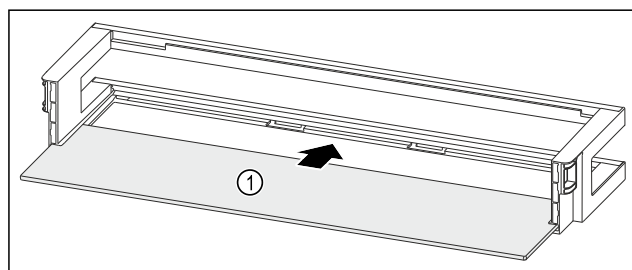

Fig. 164 Дверная полка со съемной полкой
- Вдвиньте съемную полку Fig. 164 (1) в боковые пазы.